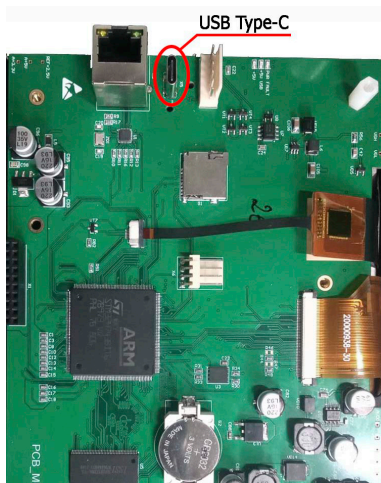

Рисунок 24
3. Подключите USB флеш накопитель в USB разъём, расположенный на плате модуля см. рис. 24.